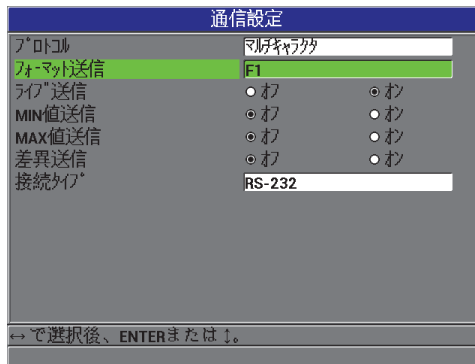

図 8-3 通信設定画面 — RS-232
- 通信設定画面（137 ページ図 8-3 参照）で、接続タイプを RS-232 に設定し、RS-232 パラメータを表示します。